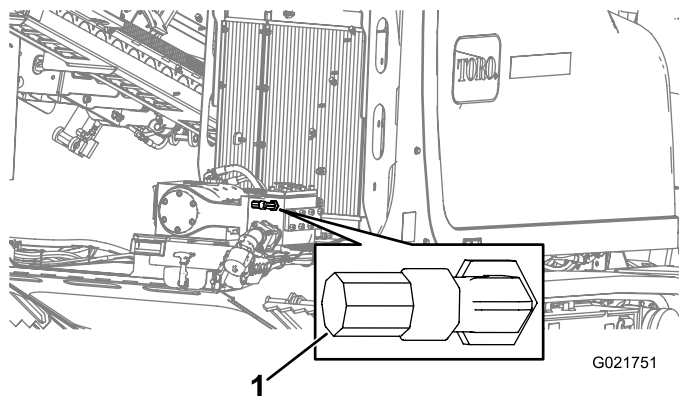

Figure 119
5. Branchez le tuyau d'arrosage auxiliaire au raccord (Figure 119).